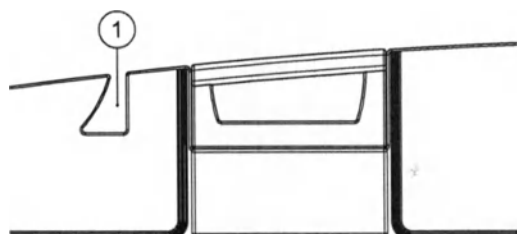

Рис. 3.4 Паз боковой защитной панели
Прозрачные боковые защитные панели установлены с каждой стороны кушетки пациента. Надлежащее положение этих панелей подтверждается датчиками и отображается в области контрольного списка системы на мониторе просмотра лечения. Начало лечения в системе запрещено, если боковые панели установлены неправильно. Каждая панель имеет паз (1) по верхнему краю (см. Рис. 3.4 ) через который могут быть проведены трубки капельницы или провода монитора.